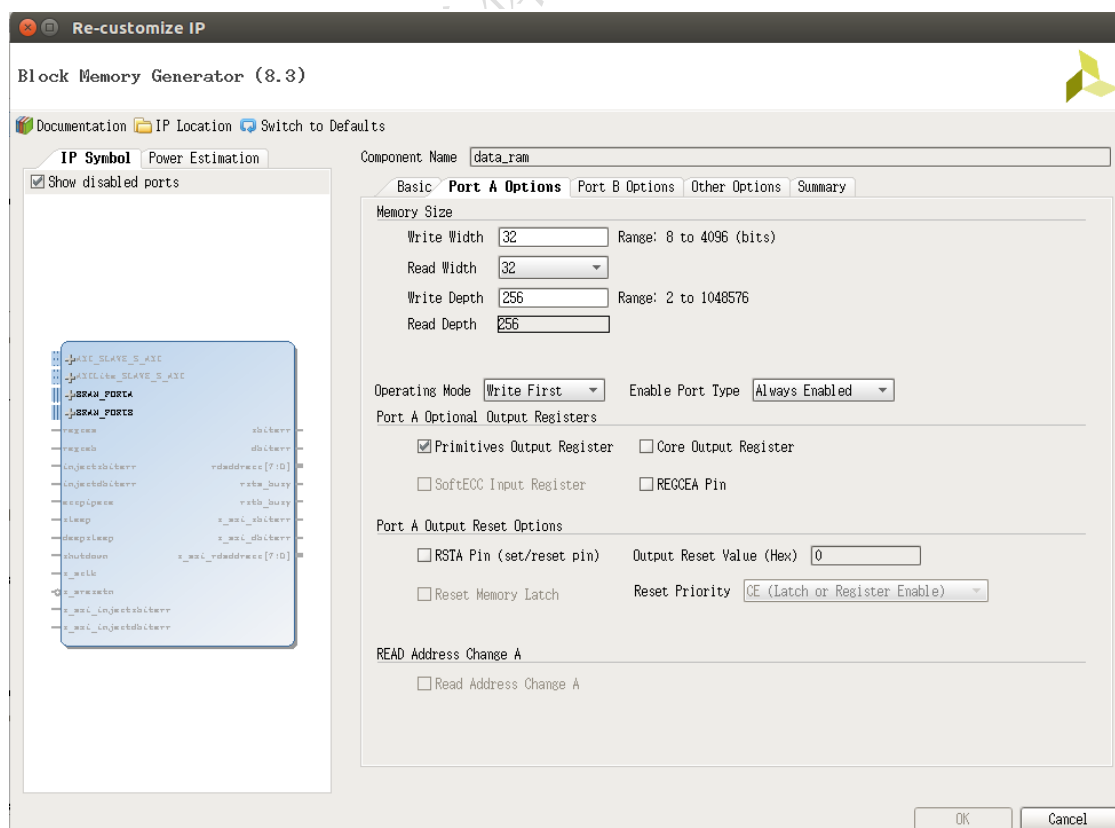

图 2-5 Memory Port A 参数设定
- (1) 仿真检查：只对 RAM IP 仿真，要求自己编写仿真顶层(testbench)，设置输入激励。如果不了解仿真顶层的编写和输入激励的设置，可以参考文档“A04_Vivado2017.1 使用说明”第 1.3 节 功能仿真。
(2) 上板检查：要求对 display 模块进行综合实现，display 模块会调用 RAM IP 和 LCD 模块。现场演示，按照检查人员的要求，对特定存储器单元读/写。
6. 附加任务：在图 2-5 中自学 “Port A Optional Output Registers” 选项下的各项的意思，并通过仿真查看其区别。
RAM IP 中是可以设置初始化数据，在图 2-5 中，点击“Other Options”选项卡：